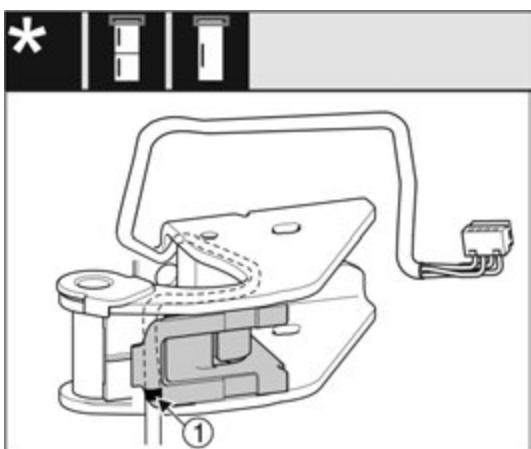

Fig. 28
- При цьому середнє маркування має знаходитися на краю тримача кабелю Fig. 28 (1).